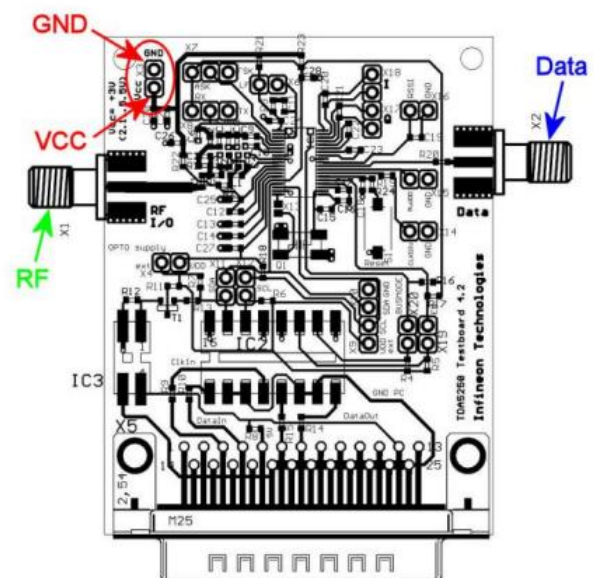

图 3：连接器
- 将 3V 电源电压 (2.1V 至 5V) 施加至连接器 X3（极性参见下方图 3 或数据手册图 4-4）。
- 若选择了 RX 模式（通过 RX/TX 跳线），将一根天线或射频信号发生器连接到 50Ω 射频连接器上（X1；参见下方图 3 或数据手册图 4-4）。根据通过 ASK/FSK 多引脚连接器跳线选择的模式，使用 ASK 调制或 FSK 调制的射频信号。
- 若选择了 TX 模式（通过 RX/TX 跳线），将一根天线或可以测量频谱的频谱分析仪连接到 50Ω 射频连接器（X1；参见图 3）。根据通过 ASK/FSK 多引脚连接器跳线选择的模式，使用 ASK 调制或 FSK 调制的射频信号。
- 若选择了 RX 模式（通过 RX/TX 跳线），将数据输入/输出（X2；参见图 3）连接至能够测定数据输出信号的示波器等器件。
- 若选择了 TX-模式，则在数据输入/输出（X2；参见图 3）上施加一个数字信号、一个 PRBS9 序列或一个矩形信号即可。数据信号高、低电平参见数据手册。
- 必须通过连接器 X3 为 TDA525X 评估板提供 3V（2.1V 至 5V）的外接电源。X3 的极性亦参见图 3。
- 如果选择 RX-模式，则将一根天线或射频信号发生器连接到 50 Ω 射频连接器（X1；参见图 3）上。根据选择的模式，使用 ASK 调制或 FSK 调制的射频信号。
- n 若选择了 TX 模式（通过 RX/TX 跳线），将一根天线或可以测量频谱等的频谱分析仪连接到如 50 Ω 射频连接器（X1；参见图 3）。
- n 若选择了 RX 模式（通过 RX/TX 跳线），将数据输入/输出（X2；参见图 3）连接至能够测定数据信号的示波器等器件。
- n 若选择了 TX-模式，则在数据输入/输出（X2；参见图 3）上施加一个数字信号或一个矩形信号即可。数据信号高、低电平参见数据手册。